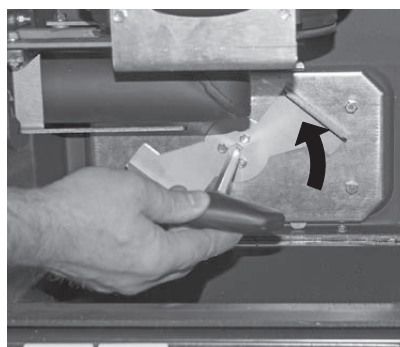

Fig. 81 Tourner la poignée dans le sens contraire aux aiguilles d'une montre
- Remettre le couvercle des surfaces d'échange en place et tourner à nouveau la poignée à fond dans le sens contraire aux aiguilles d'une montre Fig. 81.